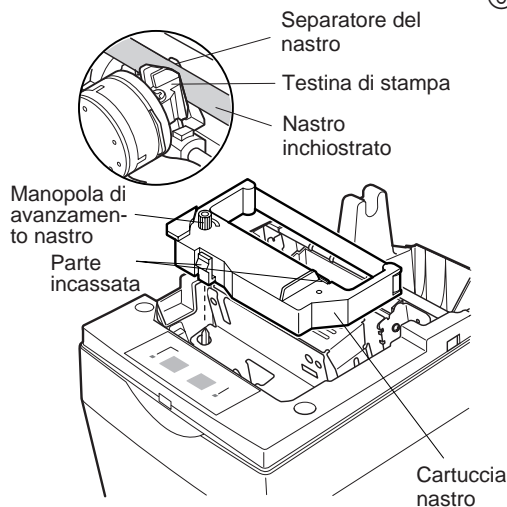

Fig. 6-2 Inserimento della cartuccia nastro
- ① Spegnere la stampante.
- ② Sollevare il coperchio di 3 cm circa. Tenere il coperchio inclinato a questa angolazione e tirarlo verso di sé per rimuoverlo.
- ③ Inserire la cartuccia nastro nella direzione mostrata nella Fig. 6-2 e premerla in basso per caricarla. Se il caricamento della cartuccia nastro non è soddisfacente, premere in basso la cartuccia nastro girando la manopola di avanzamento nastro in direzione della freccia.
- ④ Girare la manopola di avanzamento nastro della cartuccia nastro in direzione della freccia per eliminare l'allentamento del nastro.
- ⑤ Montare il coperchio con il procedimento inverso a quanto descritto al punto ② sopra.